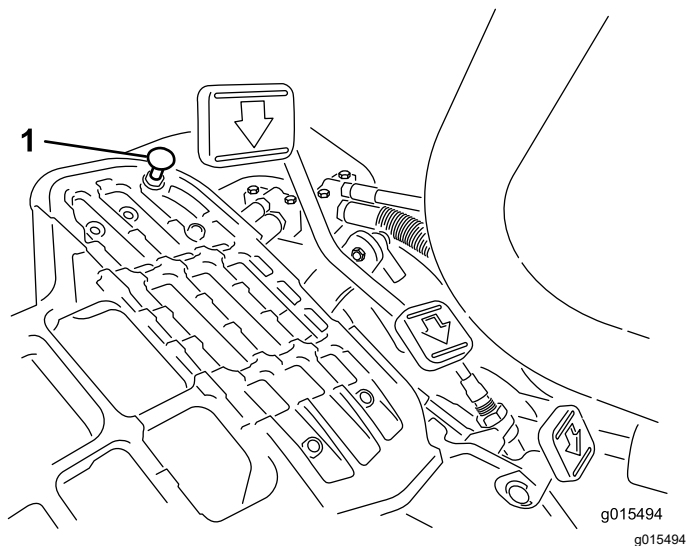

Figura 40
atingir o batente (Figura 40) antes de haver tensão no cabo, siga o procedimento abaixo:
1. Mova a alavanca de controle funcional para a posição TRANSPORT e solte a contraporca de fixação do batente ao assoalho (Figura 40).